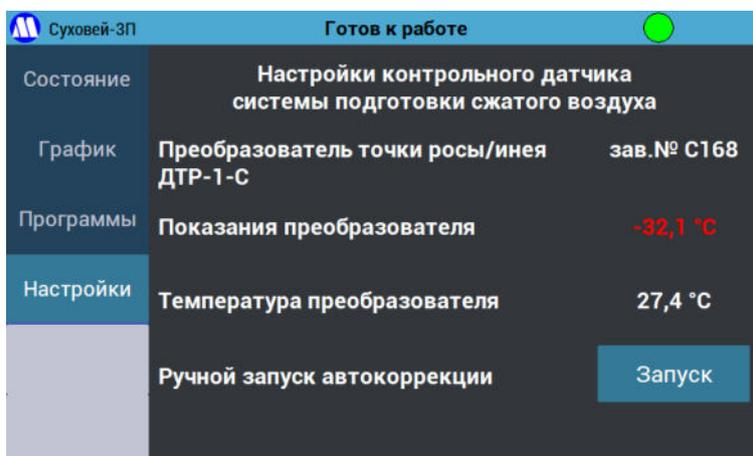

Рисунок 21 – Экран «Настройки контрольного датчика системы подготовки сжатого воздуха».
7.2.10.3. Кнопка «**Настройки контрольного датчика**» открывает меню (Рисунок 21), в котором отображаются заводской номер контрольного датчика системы подготовки сжатого воздуха и его показания. Особенностью применяемого в качестве контрольного датчика преобразователя точки росы/инея ДТР-1-С (номер ФИФОЕИ 83117-21) является возможность автокоррекции градуировочной характеристики, которая позволяет скорректировать дрейф его градуировочной характеристики при низкой влажности. Если показания контрольного датчика отображаются красным цветом – автокоррекция не проводилась; зеленым – автокоррекция проведена. Нажатие кнопки «Запуск» запустит автокоррекцию принудительно. Процедура займет около 1 минуты; в процессе сенсор ДТР-1-С будет нагреваться до 52 °С.